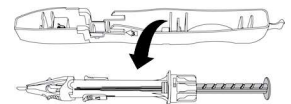

図 5 挿入器の取り出し
- ⑤ ケースから挿入器を取り出す（図 5）。取り出し後は直ちに⑥に進むこと。